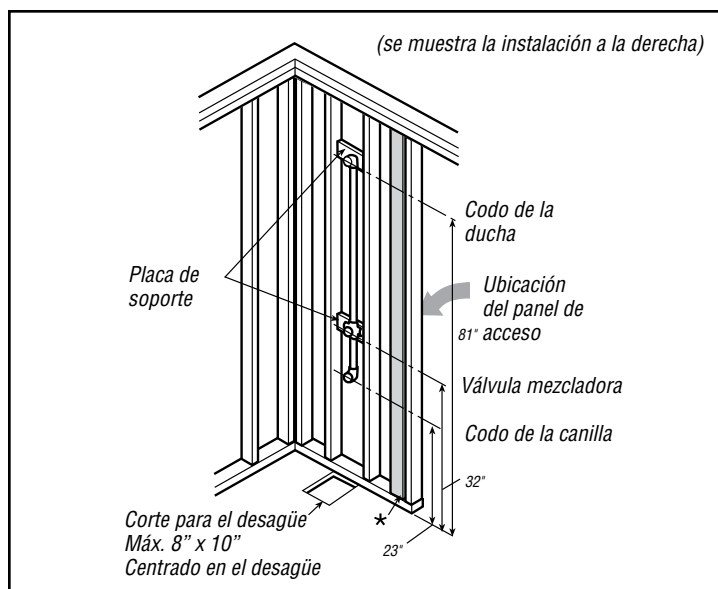

Figura 2 Ubicación sugerida del desagüe
- La cañería deberá instalarse antes que la bañera y/o los paneles de pared. La figura 2 muestra la ubicación sugerida al instalar cañería nueva. Proporcione un panel de acceso en la parte de atrás de la pared con las cañerías. Si la cañería ya existe, verifique que deje suficiente lugar para la bañera y las paredes. Todas las cañerías deben cumplir con las normas locales de construcción.
Haga una plataforma de 2 x 4' (o más alta, dependiendo de los requisitos del desagüe) para elevar toda el área de la bañera y cubrirla con el sub-piso). Esta plataforma debe estar nivelada y a escuadra con las vigas de las paredes. Al instalar cañerías, eleve la plataforma hasta las dimensiones indicadas en la figura 2.